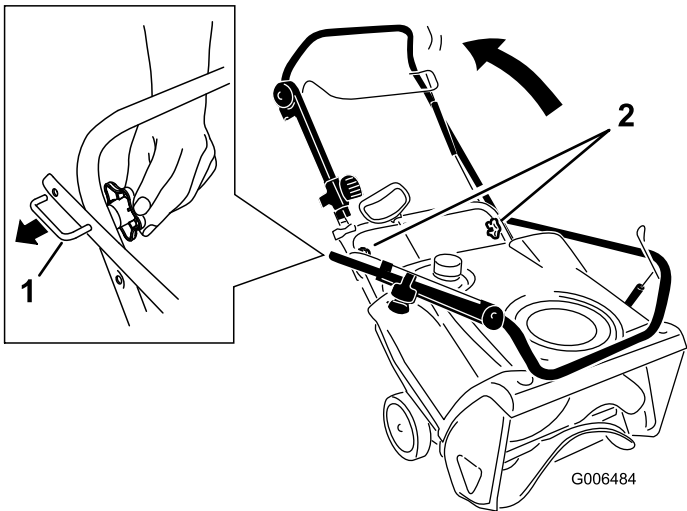

Figure 3
1. Desserrez les boutons de la partie inférieure du guidon, enlevez les boulons pour permettre au guidon de bouger librement, puis faites-le pivoter en position d'utilisation (Figure 3).